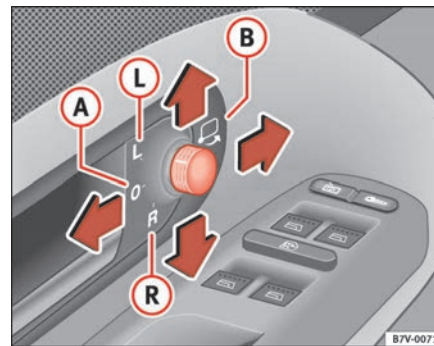

Abb. 82 Ausschnitt aus der Fahrertür: Drehknopf für Außenspiegeleinstellung
1. Drehen Sie den Drehknopf ⇒ Abb. 82 in Stellung ① (linker Außenspiegel).
3. Drehen Sie den Drehknopf in Stellung ② (rechter Außenspiegel).